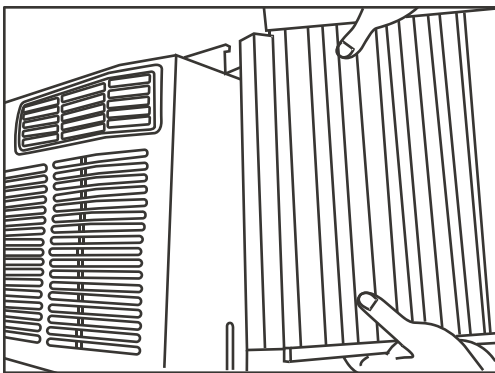

Fig.3
- Glisser l'extrémité libre du panneau dans l'armoire comme indiqué sur les Fig.3. Glisser le panneau vers le bas. Veillez à laisser suffisamment d'espace pour glisser le haut et le bas du cadre dans les rails de l'armoire.